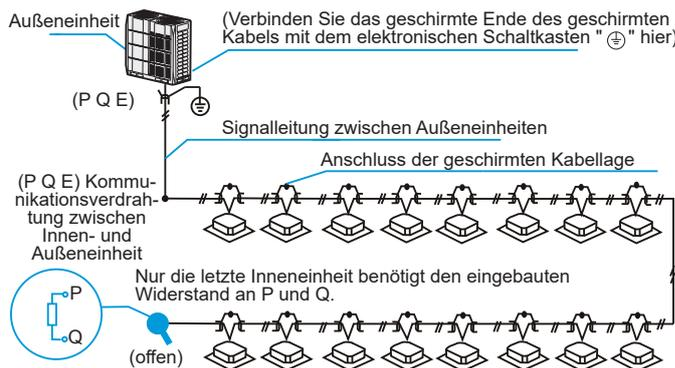

Abbildung 6.6
- Die Kommunikationsverkabelung zwischen Innen- und Außeneinheit muss eine Einheit nach der anderen in einer Kette von Außeneinheit zu Inneneinheit verbinden, und die abgeschirmte Schicht muss ordnungsgemäß geerdet sein, und der letzte Inneneinheit muss zur Verbesserung der Stabilität des Kommunikationssystems ein Widerstand hinzugefügt werden (siehe Abbildung 6.6).